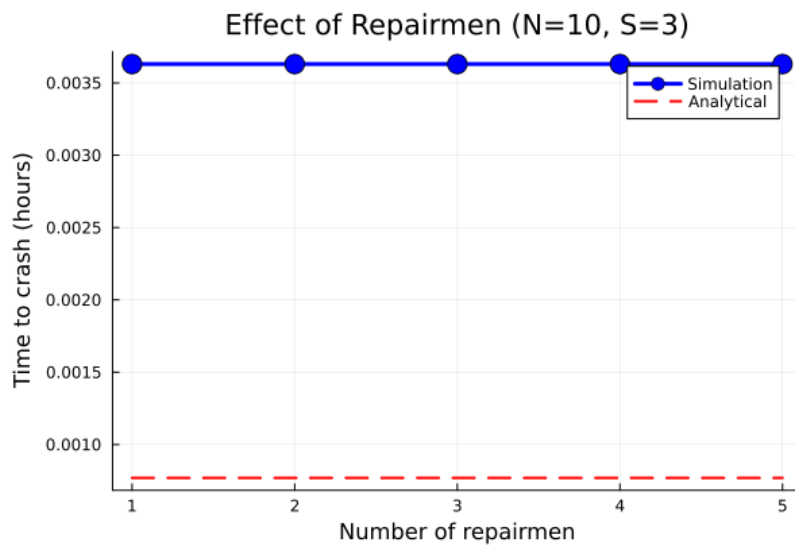

Рисунок 4.14: Эффект количества ремонтников
- эффективность увеличения количества ремонтников (загрузка ремонтника) (рис. 4.14);